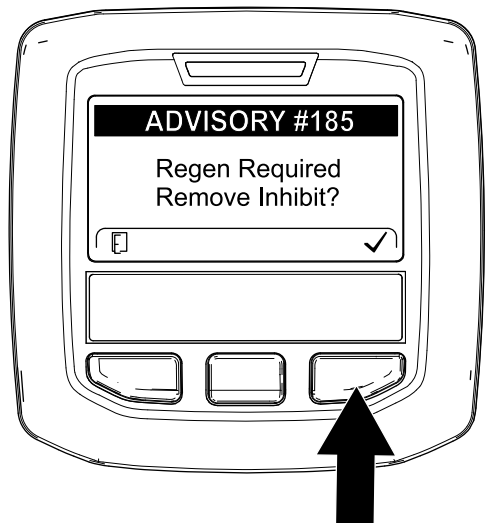

Figura 40
**Nota:** Se INIBIR A REGENERAÇÃO estiver definido para ON, o InfoCenter apresenta o AVISO N.º 185 (Figura 40). Prima o botão 3 para definir Inibir a regeneração para OFF e prosseguir com a regeneração de reposição.